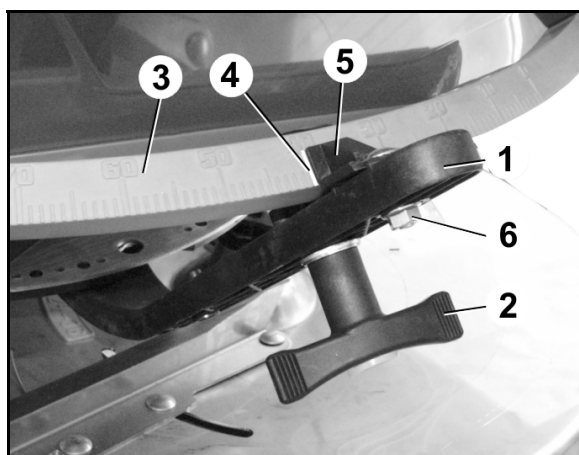

Fig. 83
2. Abrir la corredera dosificadora por medio de la palanca reguladora (Fig. 83/1).
4. Desplazar la palanca reguladora por la escala (Fig. 83/3) hasta que tope con el perno.
5. Fijar la palanca reguladora (Fig. 83/2) con empuñadura de giro.
6. Soltar el tornillo hexagonal (Fig. 83/6). (Posicionar el indicador Fig. 83/5) en el valor **"8" de la escala** y fijarlo con un tornillo hexagonal. El indicador se lee por este lado: (Fig. 83/4).